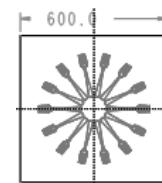

图 23.6 截面草图
(1) 选择命令。单击 **模具** 功能选项卡 **形状** ▾ 区域中的 **拉伸** 按钮。系统弹出“拉伸”操控板。
(2) 创建实体拉伸特征。
① 定义草绘截面放置属性。在绘图区中右击，从系统弹出的快捷菜单中选择 **定义内部草绘...** 命令。系统弹出“草绘”对话框，然后选择参考模型 **MAIN_PARTING_PLN** 基准平面作为草绘平面，选取 **MOLD_RIGHT** 平面为参考平面，方向为 **右**，单击 **草绘** 按钮，至此系统进入截面草绘环境。
② 进入截面草绘环境后，系统弹出“参考”对话框，选取 **MOLD_RTING** 基准平面和 **MOLD_FRONT** 基准平面为草绘参考，绘制图 23.6 所示的截面草图。完成截面草图的绘制后，单击“草绘”操控板中的“确定”按钮 .